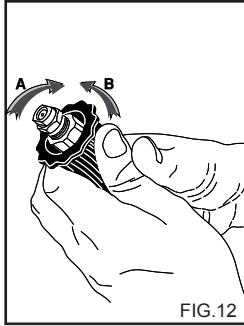

FIG.12
USO DELLA TESTINA REGOLABILE (Fig. 12)
- 2) Azionare l'idropulitrice, aprire il rubinetto detergente (se presente), attivare il comando di aspirazione del detergente presente sulla lancia (fig. 12) e cospargere la superficie da lavare agendo dal basso verso l'alto. Lasciare reagire per alcuni minuti.